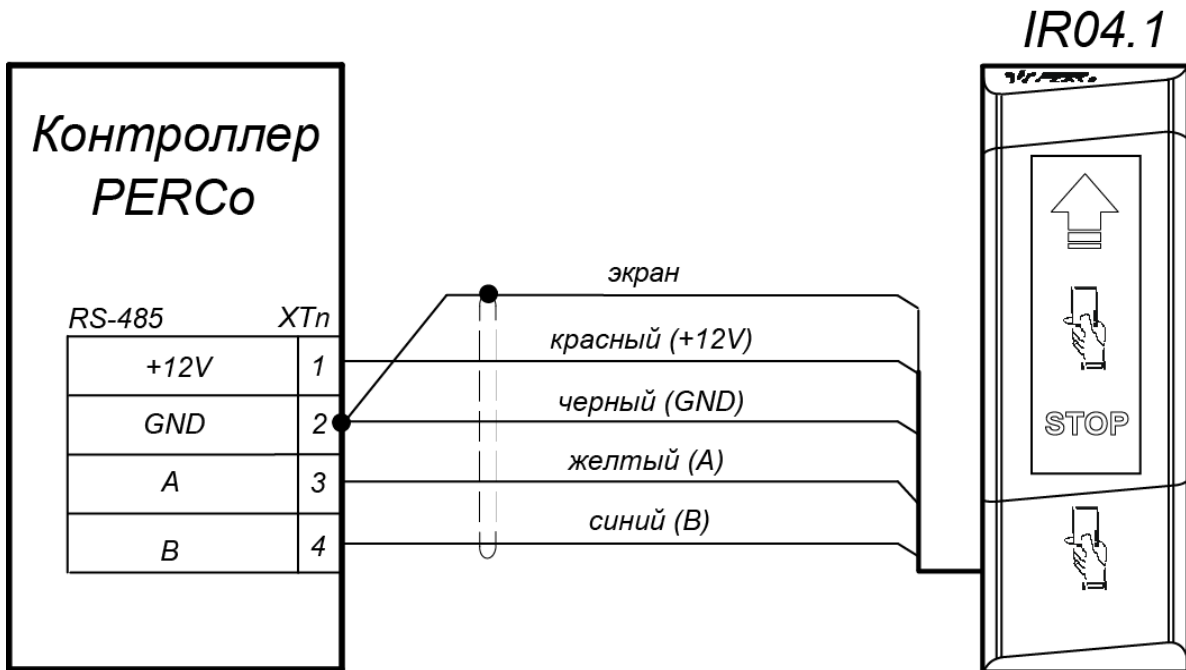

Рисунок 5. Схема подключения считывателя к контроллеру PERCo
7. Проложите кабель, закрепите его и подключите к контроллеру **PERCo** (схему подключения смотри на рис. 5 и в руководстве по эксплуатации на соответствующий контроллер). Удлинение соединительного кабеля считывателя производится в соответствии с требованиями разд. 6.2, при этом сигнальные линии А и В интерфейса *RS-485* должны идти в одной витой паре (по симметричному каналу).